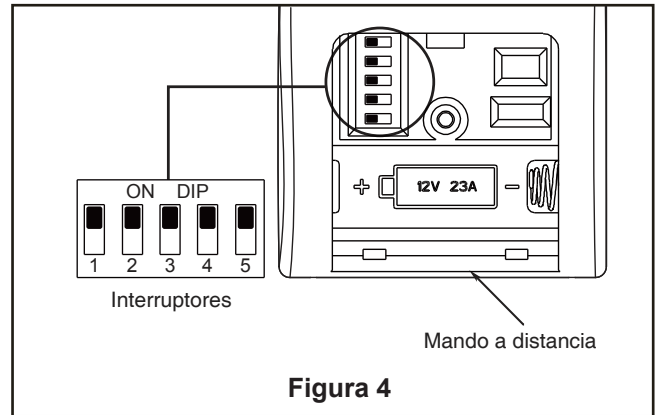

Figura 4
4. Fije adecuadamente el conector unidad de placa LED superiorde 9 clavijas en la conexión del arnés del cableado ubicado en la unidad del motor. (Figura 4)
- 4.** Para configurar el código del mando a distancia, mueva los interruptores de código hasta colocar el código de selección en la posición arriba o abajo. Con un destornillador pequeño o con una lapicera (no se incluye) deslice firmemente hacia arriba o hacia abajo. (Figura 4)